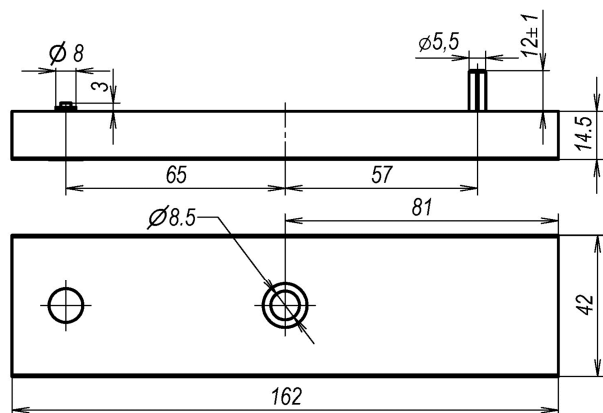

Рис. 7 Якорь
5.3 Якорная часть замка устанавливается на двери напротив корпуса и закрепляется с помощью комплекта крепления якоря. Для варианта замка **AL-350FB-01** в двери подготавливаются монтажные отверстия для штифта и элементов крепления в соответствии с габаритным чертежом якоря (рисунок 7).